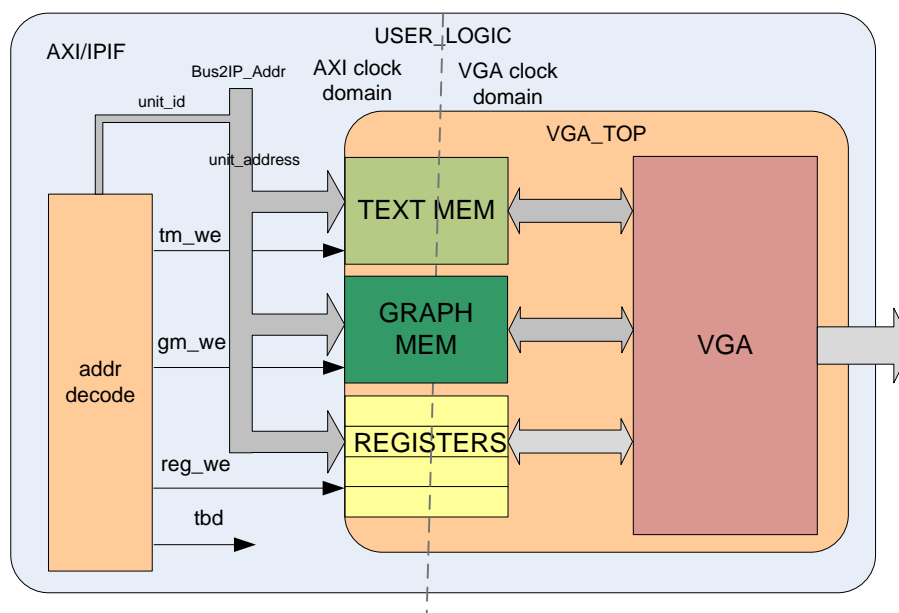

Figure 1: Blok dijagram *vga_ctrl*
- Memorijsku mapu periferne jedinice formiramo tako što sa 2 MSB bita [25:24] adresiramo jedan od modula (GRAPH_MEM, TEXT_MEM, REG_MAP, ...) a prestali deo LSB [23:0] koristimo kao adresu unutar modula kao sto prikazuje Figure 1.